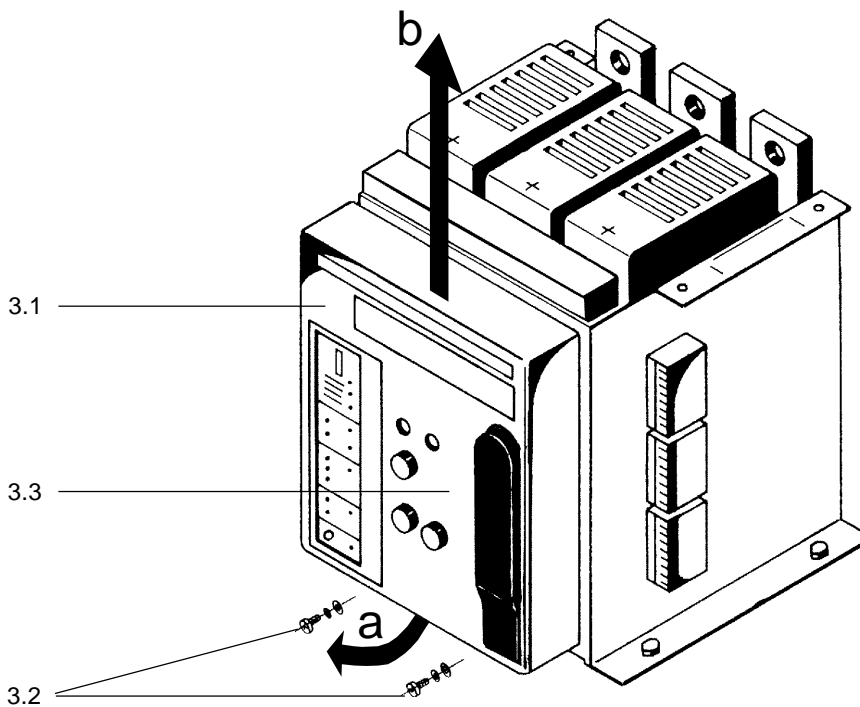

Fig. 3 Bedienpult ausbauen
- Bedienpult in umgekehrter Reihenfolge wieder festschrauben (Fig. 3).
- Speicher über Handhebel (Fig.3 Pos. 2.1) bis zur Verklammerung spannen. (Speicheranzeige beachten)
- Fix the control Panel in the reverse order (Fig. 3).
- Tension spring via operating handle (Fig. 3, item 2.1) until it latches in position. (Observe spring state indicator)